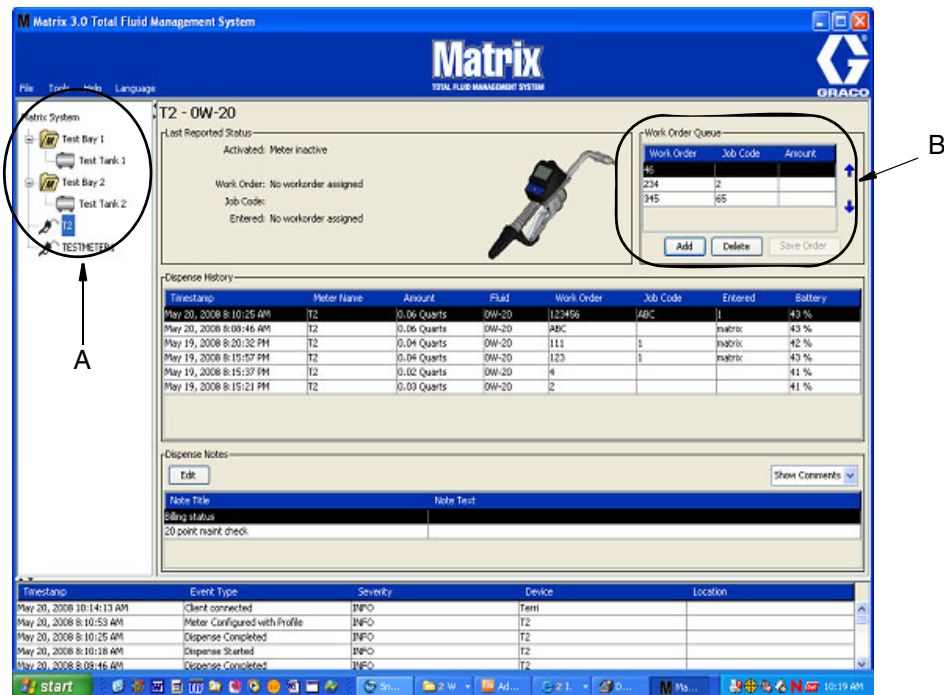

FIG. 181
1. In de zone Groepen gedefinieerd door de systeembeheerder van het Matrix-hoofdscherm (A), selecteert u de meter waar u het werkorder naartoe stuurt (FIG. 181).